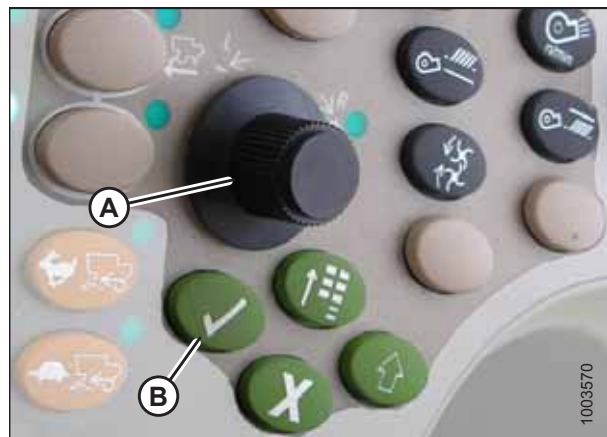

Рисунок 3.480: Консоль управления комбайна John Deere
- Выберите HEADER (ЖАТКА) в поле (A), выполнив прокрутку вниз с помощью ручки прокрутки, и нажмите кнопку с галочкой (ручка и кнопка показаны на рис. 3.480, страница 290).
- С помощью прокрутки перейдите к нижнему правому значку в виде стрелки в ромбе и нажмите кнопку с галочкой (B), чтобы выбрать его.